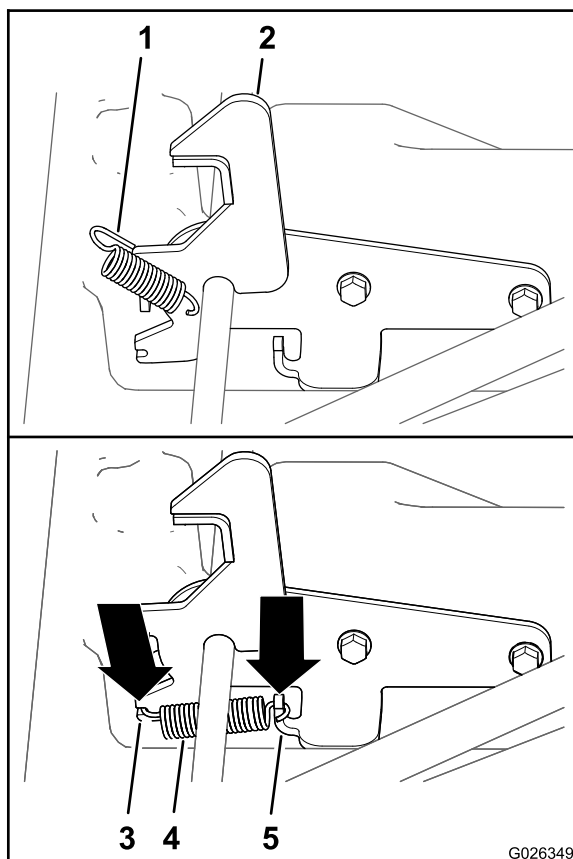

図 12
5. スプリングの長い方の端部を、ラッチ・アセンブリのスプリングサドルに合わせる 図12。
6. スプリングの短い方の端部を、ラッチのスプリングポストに合わせる 図 12。
7. もう1つのラッチについても同様にステップ 5 と 6 を行う 図 12。